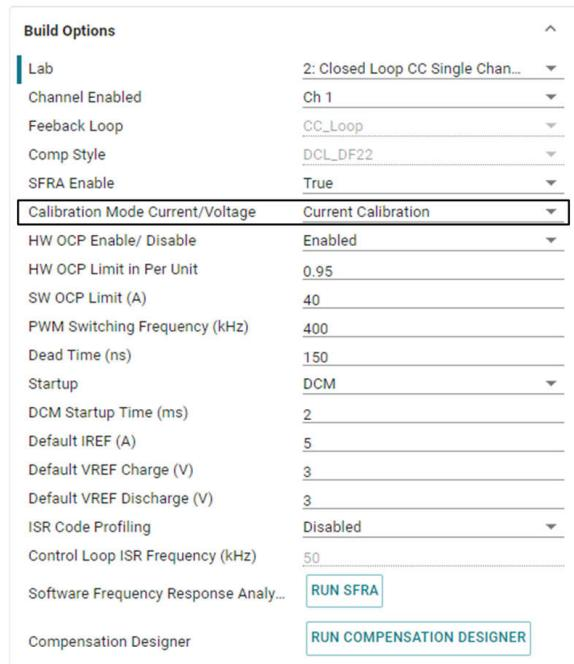

图 3-33. 电流校准的构建选项
- 打开 SYS CONFIG 页面，选择“Lab 5”，并将 Calibration Mode 设置为 Current Calibration。图 3-33 显示了用于电流校准的 SYS CONFIG 页面设置。